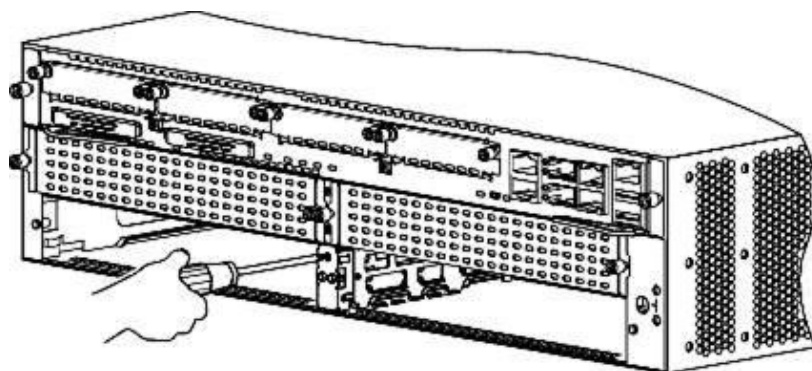

Рисунок 16
- Шаг 4:** Закрутите удерживающие винты на передней панели разделителя слота отверткой (Рисунок 16).